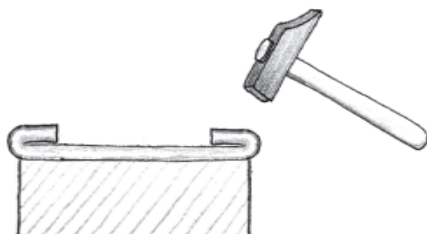

Рис. 10
4. Загнуть отогнутые участки проволоки (рис. 10).